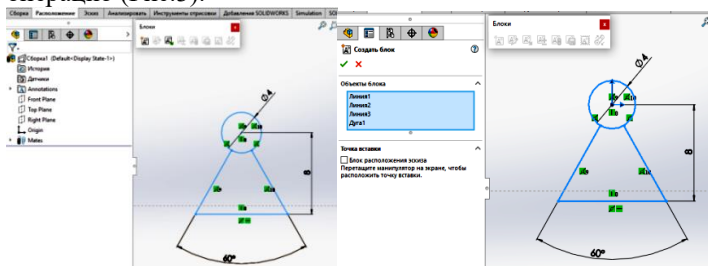

Рис.3. Побудова Опори шарнірної
3. Будемо першій блок – **Опора шарнірна**, задаючи потрібні розміри та взаємозв'язки. Після чого виділяємо побудову та натискаємо кнопку **Створити блок**, у відповідному вікні натискаємо **Точка вставки**, перетаскуємо її у центр шарніра та завершуємо операцію (Рис.3).